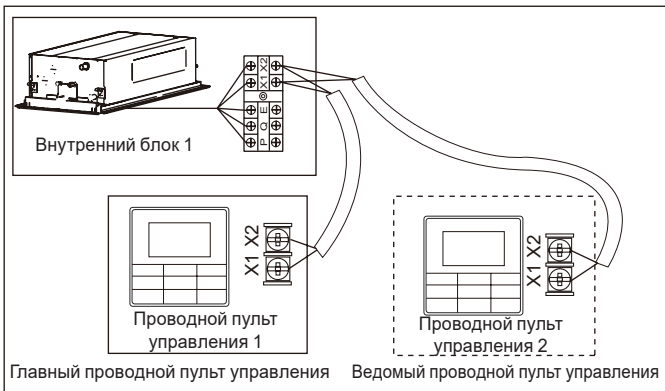

Рисунок 6.7
- ♦ Используйте один проводной пульт управления для управления одним внутренним блоком или два проводных пульта управления (один главный и один ведомый пульт) для управления одним внутренним блоком (см. рисунок 6.7).